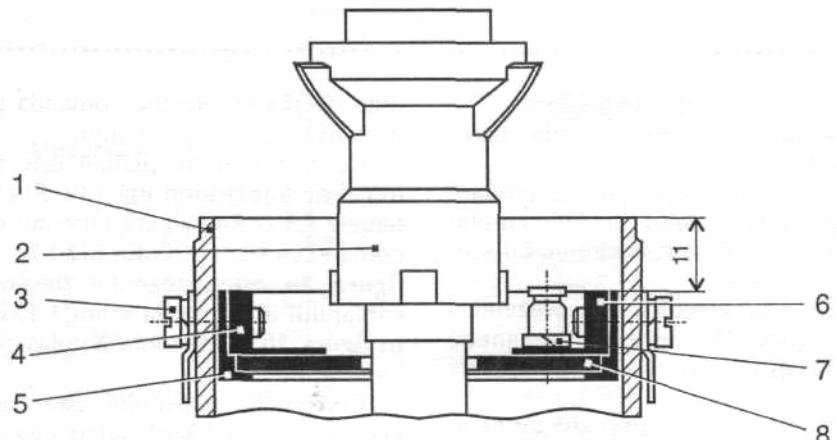

Figura 3
- Montarea inelului suport (poz. 5) se face asa cum este indicat in **figura 3**, adica la 11 mm de .marginea superioara a delcoului. Pentru fixarea de corpul delcoului, pe inel se practica trei gauri de 4,2 care vor corespunde cu gaurile din corpul delcoului. Pentru aceasta se procedeaza in felul urmator: